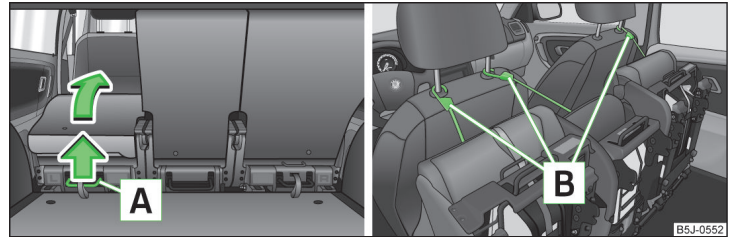

Abb. 56 Sitz komplett vorklappen / Vorgeklappte Sitze verriegeln
- › Den Hebel **A** » Abb. 56 nach oben ziehen und danach den Sitz komplett vorklappen.
- › Den Hebel **A** » Abb. 56 nach oben ziehen und den Sitz komplett vorklappen.
- › Den vorgeklappten Sitz mithilfe des Befestigungsgurts **B** an einer Führungsstange der Kopfstütze des vorderen Sitzes verriegeln » Abb. 56.